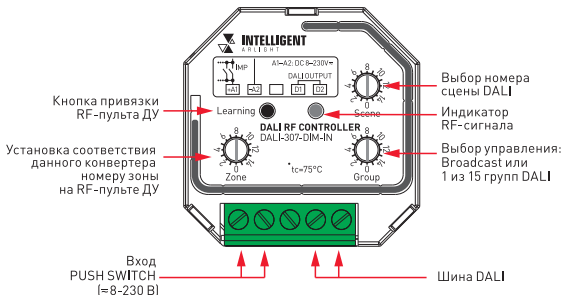
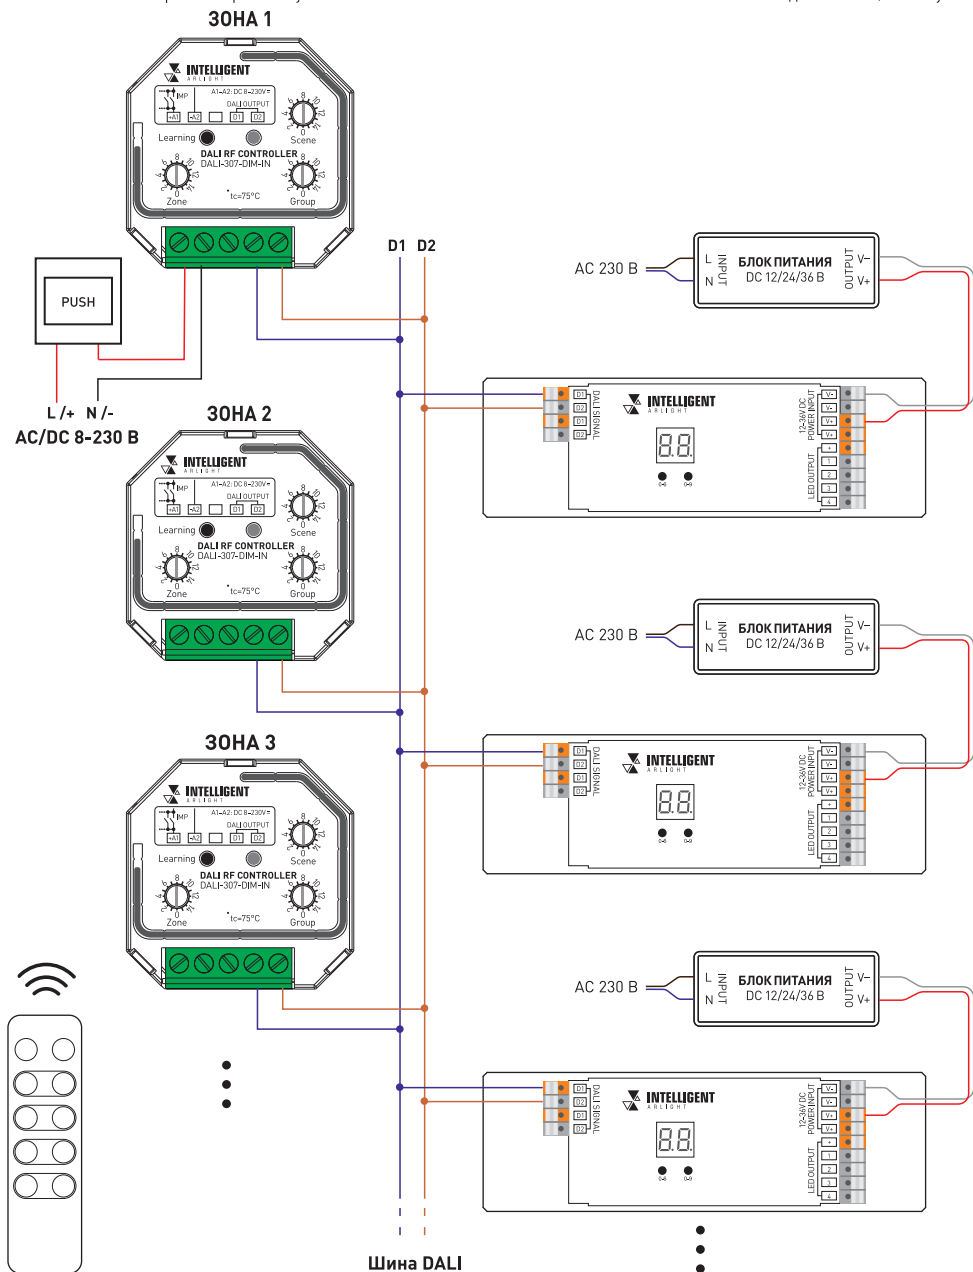

Рисунок 1. Органы управления и подключения конвертера.
Рисунок 2. Пример подключения конвертеров в систему DALI.
- 3.2. Подключите провода шины DALI к клеммам **D1** и **D2** конвертера (см. Рисунок 1). При необходимости подключите кнопочный выключатель с нормально разомкнутыми контактами к клеммам **A1** и **A2** в соответствии со схемой подключения (см. Рисунок 2).